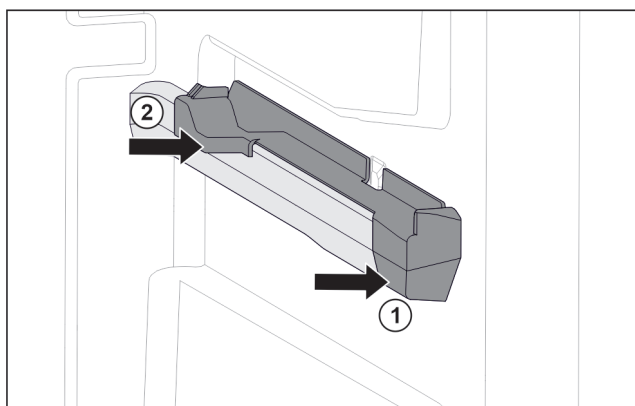

Fig. 154 右侧容器肋梁上的插装件
- 将插装件前部放到容器肋梁上。Fig. 154 (1)
- 压紧插装件后部。Fig. 154 (2)